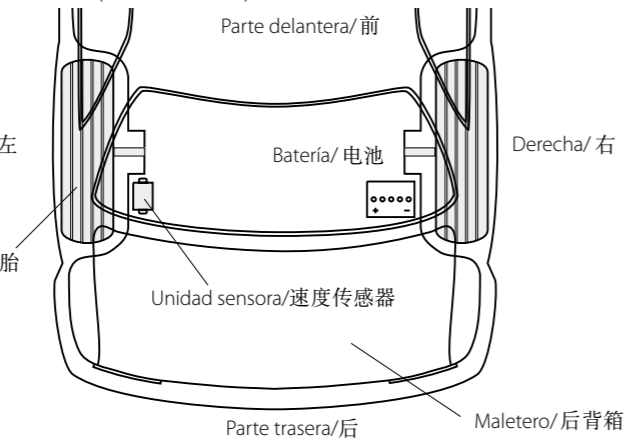

FIG.1/ 图 1
• 请不要选择靠近电池或者电池连接线的轮胎, 以免发生传感器工作出错; (见图 1)